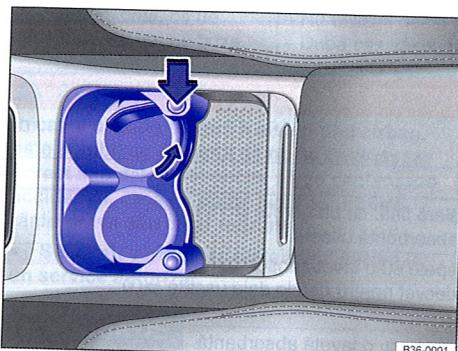

Fig. 202 În consola centrală: suport pentru pahare, în față.
- Apăsați tasta ⇒ fig. 202 (săgeata mare) pentru a ieși suportul.
- Scoateți inserția din suport rotind-o în sens contrar săgeții mici ⇒ fig. 202.